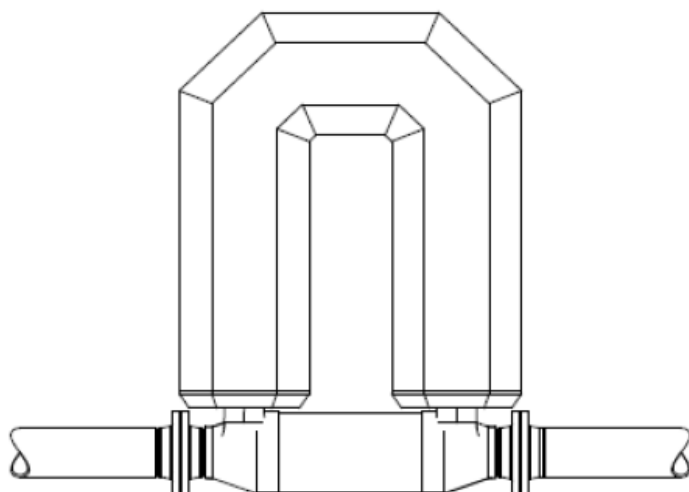

Рис.3. Установка расходомера при измерении расхода газа
- при измерении расхода газа расходомер следует устанавливать сверху во избежание попадания жидкости в трубопровод (см. рис.3);